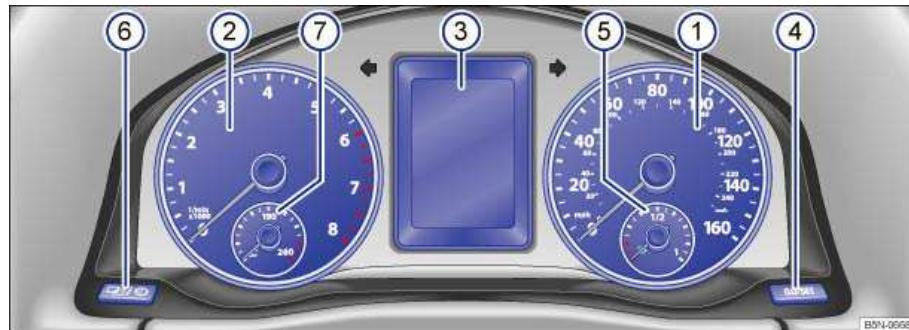

Fig. 11 Instrument cluster in the instrument panel.
Instrument explanations ⇒ fig. 11:
⇒ fig. 11 (3) ⇒ fig. 12 (3).